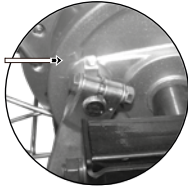

Imagen 24. Indicador de desgaste de freno trasero.
3. Verificar que el indicador de desgaste no alcance la línea de desgaste. Ver imagen 24.